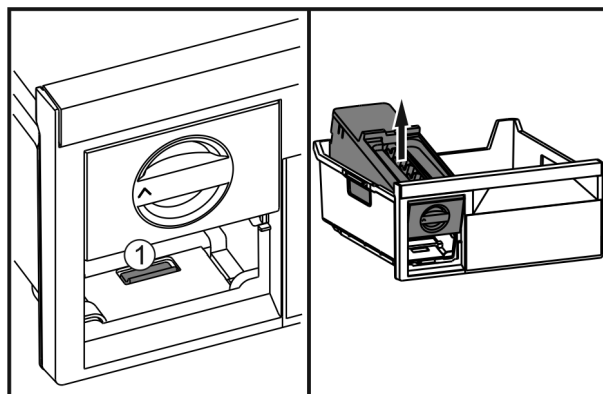

Fig. 36
- ▶ Stlačte západku Fig. 36 (1), EasyTwist-Ice zezadu zvedněte a vyjměte z mrazicí zásuvky.